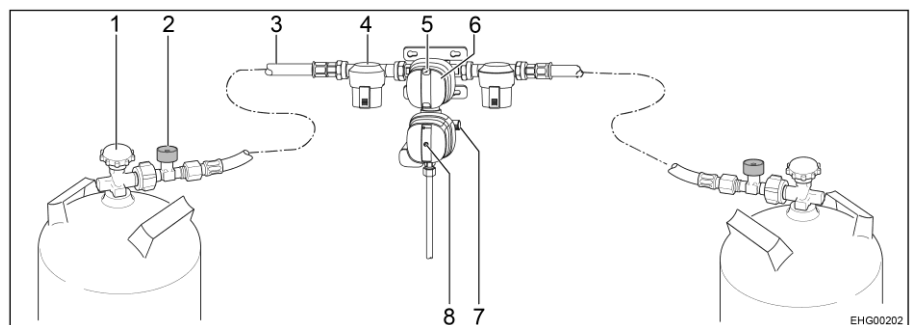

Fig. 92 Impianto di regolazione pressione gas di sicurezza DuoControl CS
L'impianto di regolazione DuoControl consiste in una valvola di commutazione e un sensore crash. L'impianto di regolazione DuoControl è montato tra i tubi flessibili per alta pressione (Fig. 92,3) con dispositivo antirottura del tubo flessibile (Fig. 92,2). Con la manopola (Fig. 92,6) sulla valvola di commutazione è possibile stabilire quale delle bombole del gas viene utilizzata come bombola in uso e quale come bombola di riserva.
Nella finestra di controllo (Fig. 92,5) viene visualizzato lo stato del rifornimento di gas:
Il sensore crash blocca l'alimentazione del gas in caso di forti vibrazioni (es. incidente). Lo stato operativo del sensore crash si riconosce dalla posizione del pulsante giallo di reset (Fig. 92,8):
- Se il pulsante giallo di reset (Fig. 92,8) è spinto in dentro, il sensore crash è pronto al funzionamento.
- Se il pulsante giallo di reset (Fig. 92,8) sporge, il sensore crash **non** è pronto al funzionamento. Per la messa in funzione, vedere di seguito.
Il dispositivo antirottura del tubo flessibile (Fig. 92,2) blocca il flusso di gas quando il tubo flessibile collegato si rompe. Il dispositivo antirottura del tubo flessibile deve essere attivato premendo il tasto verde.
- Con la manopola (Fig. 92,6) sulla valvola di commutazione selezionare la bombola del gas, da cui proviene la principale alimentazione del gas (bombola in uso). Girare la manopola fino all'arresto.
- Aprire le valvole principali di arresto (Fig. 92,1) delle bombole del gas.
- Premere per circa 5 secondi il tasto verde del dispositivo antirottura del tubo flessibile (Fig. 92,2). Nella finestra di controllo (Fig. 92,5) viene visualizzato il simbolo verde.
- Se il sensore crash è scattato (il pulsante giallo di reset (Fig. 92,8) sporge):
Spingere con forza in dentro il pulsante giallo di reset (Fig. 92,8), ruotarlo appena in senso orario e tenerlo premuto per 5 secondi. Assicurarsi che il pulsante di reset rimanga in posizione premuta ("pronto al funzionamento").
- Chiudere le valvole principali di arresto (Fig. 92,1) delle bombole del gas.
Se la spia di controllo verde (Fig. 93,6) si spegne durante il funzionamento e la spia di controllo rossa (Fig. 93,5) si accende, significa che la bombola in uso è vuota e deve essere sostituita. Nella finestra di controllo (Fig. 92,5) della rispettiva bombola del gas compare la tacca rossa. La bombola di riserva continua ad alimentare le utenze a gas.
- Ruotare la manopola (Fig. 92,6) fino all'arresto in direzione della bombola del gas attualmente in uso. In questo modo questa bombola del gas ora è la bombola in uso, mentre la bombola del gas vuota diventa la bombola di riserva. Il simbolo nella finestra di controllo (Fig. 92,5) passa da rosso a verde.
- Chiudere la valvola principale di arresto (Fig. 92,1) della bombola del gas vuota. Osservare la direzione della freccia.
- Premere il tasto verde del dispositivo antirottura del tubo flessibile (Fig. 92,2).